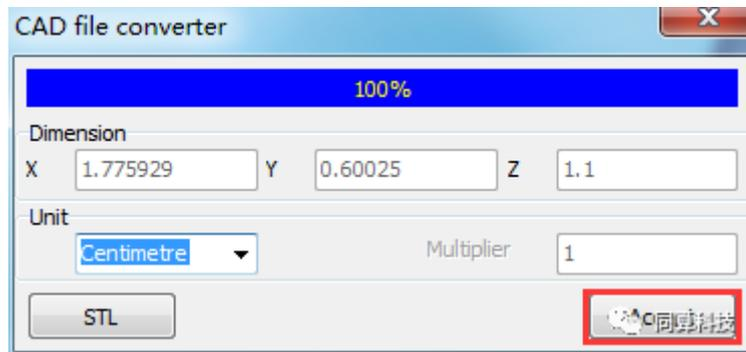

图 022-4 设置单位
4、根据三维软件建模时所使用的单位，在 **Unit** 处选择正确的单位，软件自带单位有米、厘米、毫米、英尺、英寸；若无合适的，可选择 Custom，在 **Multiplier** 中自定义比例系数，选择好之后点击 **Accept**，如图 022-4；